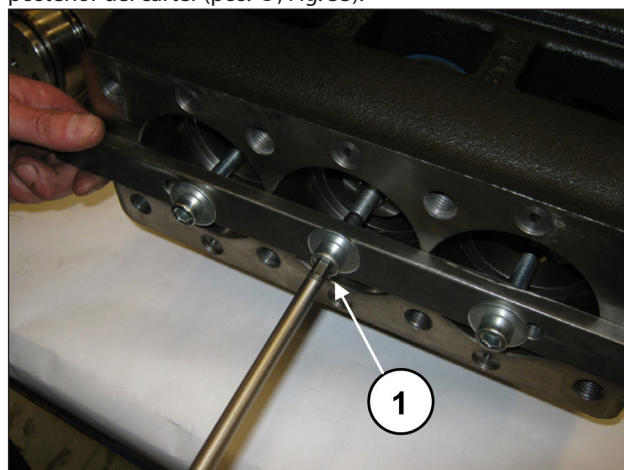
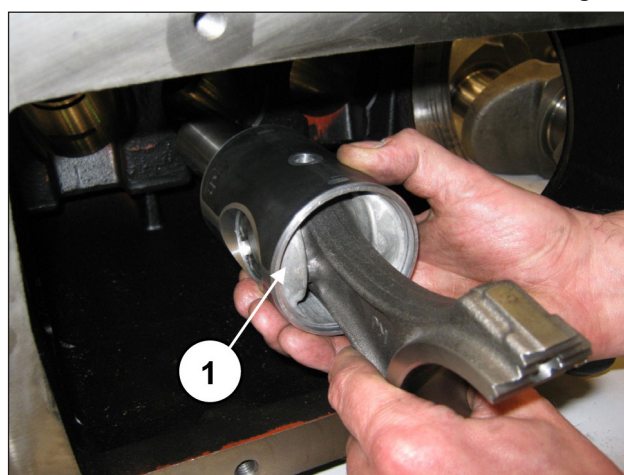

Fig. 32
Fig. 33
En aquellos casos en los que sea necesario sustituir una o más bielas, o guías del pistón, actuar del siguiente modo: Desenroscar los tornillos de la herramienta cód. 27566200 para desbloquear las bielas (pos. ①, Fig. 32) y, a continuación, extraer los grupos biela-guía del pistón por la abertura posterior del cárter (pos. ①, Fig. 33).
Comprobar que el cárter esté limpio e introducir el grupo semibiela-guía pistón dentro de las levas del cárter (pos. ①, Fig. 33).
Bloquear los tres grupos con la herramienta cód. 27566200 (pos. ①, Fig. 32).
Desmontar la herramienta que bloquea las bielas cód. 27566200 (pos. ①, Fig. 32).